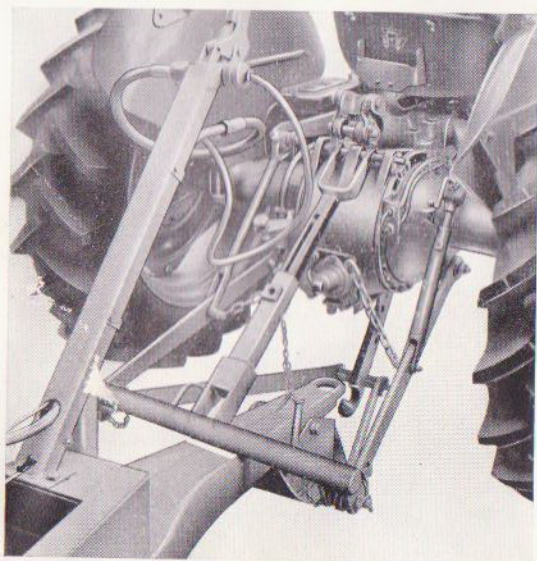

Fig. 9
- Reculer à nouveau le tracteur et l'arrêter quand l'œil de la flèche se présente juste à l'aplomb du crochet (pour faciliter ultérieurement cette opération il est recommandé de marquer la flèche à la peinture à l'emplacement de la traverse voir fig. 9).